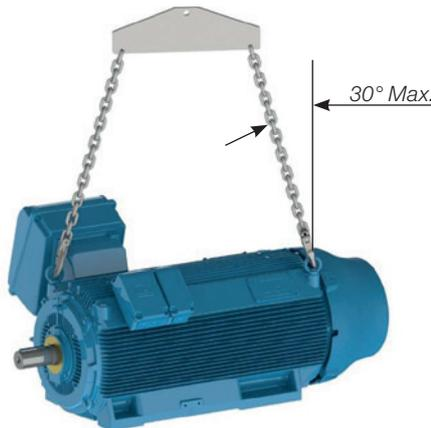

Figure 4.5 – Angle maximal correspondant pour moteurs HGF, W40 et W50 horizontaux
- Pour les moteurs HGF, W40 et W50, comme le montre la Figure 4.5, l'angle maximal correspondant ne doit pas dépasser 30° par rapport à l'axe vertical.